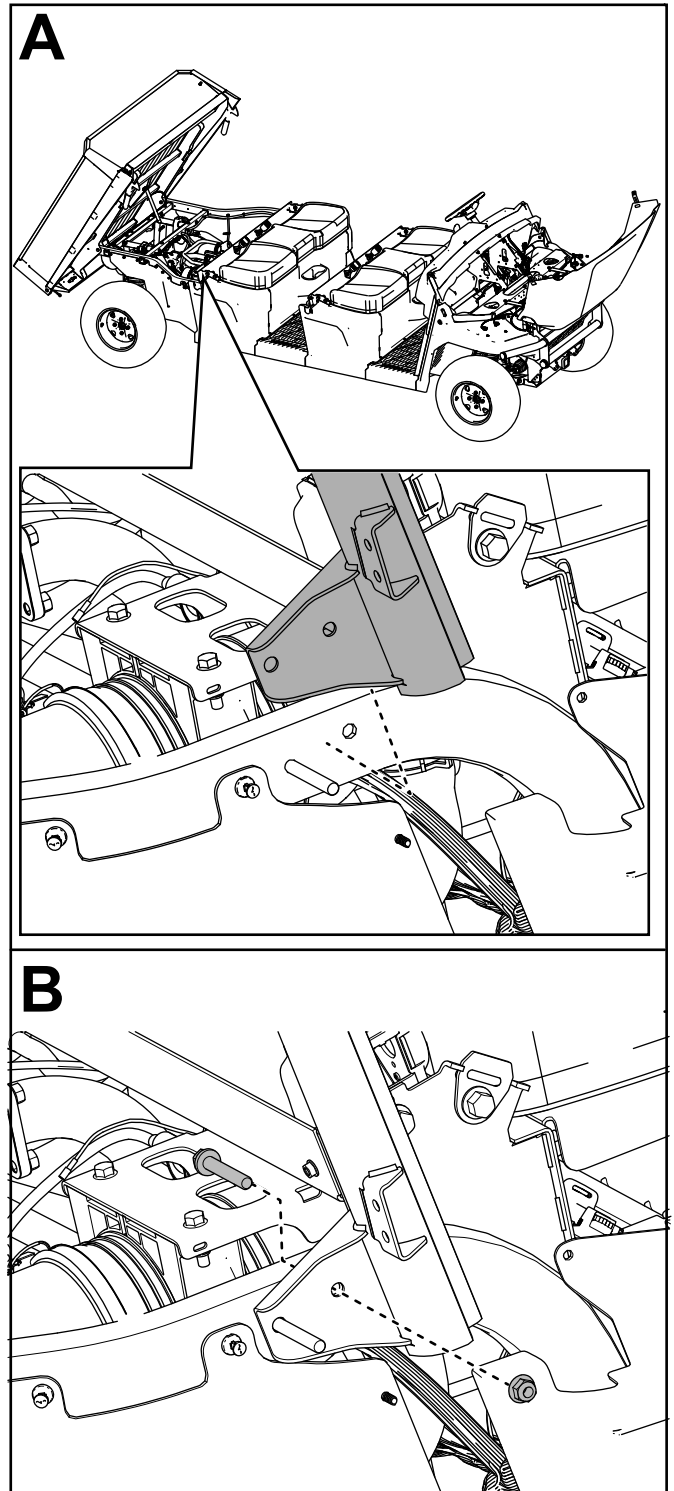

Figura 36
6. Sujete provisionalmente el conjunto de barra antivuelco trasera derecha en el tubo del bastidor trasero derecho con 1 perno con arandela prensada ($\frac{3}{8}$ " x $2\frac{1}{4}$ ") y 1 contratuerca ($\frac{3}{8}$ "), tal y como se muestra en la Figura 36.